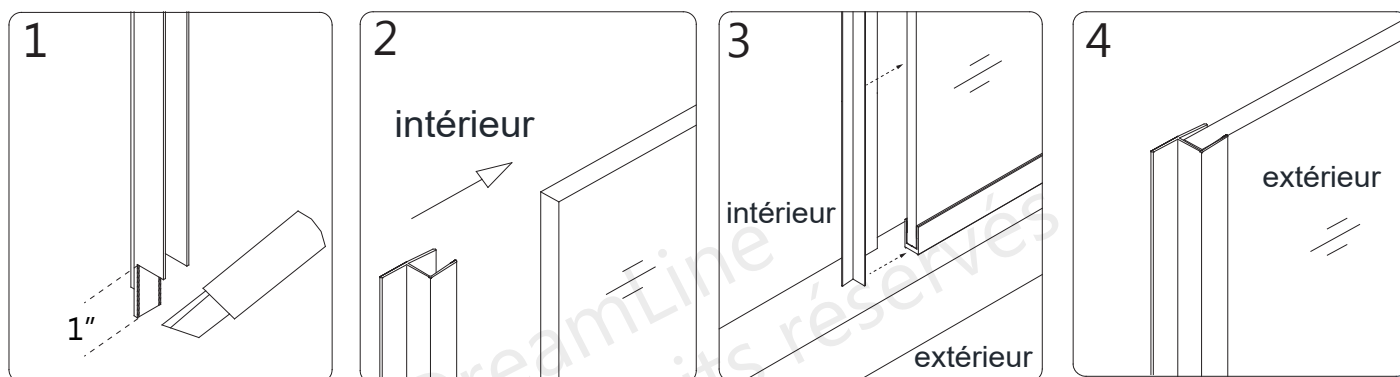

Fig 24
24. Entaillez la **bande d'étanchéité (panneau intégré) (N° 19)** pour l'adapter autour du **profilé en U inférieur 2 (N° 29)**, tel qu'illustré. Poussez fermement la gâche de vinyle sur la bordure du **panneau vitré fixe (N° 11)**. (**Fig 24**)